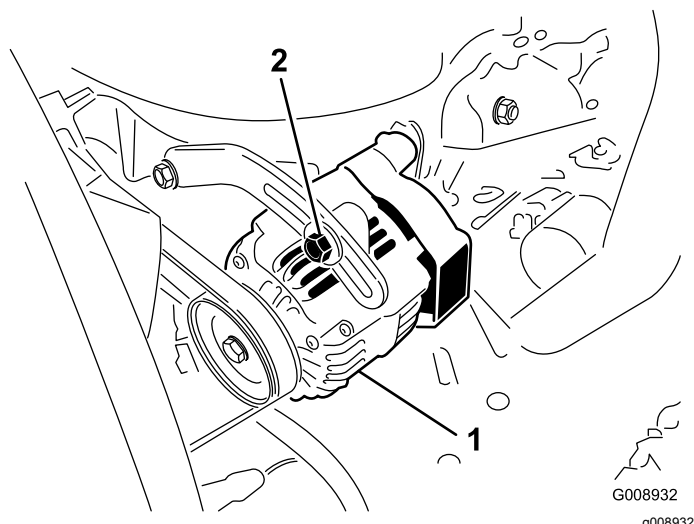

Figura 54
Controllate lo stato e la tensione delle cinghie (Figura 54) ogni 100 ore di servizio.
2. Se l'inflexione non è di 10 mm, allentate i bulloni di fissaggio dell'alternatore (Figura 54). Aumentate o riducete la tensione della cinghia dell'alternatore e serrate i bulloni. Controllate di nuovo l'inflexione della cinghia per accertare che sia esatta.